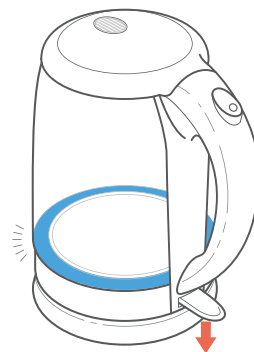

Abbildung 2.3
4. Drücken Sie den **Ein-/Aus-Schalter**. Die blaue Anzeigelampe leuchtet auf. [Abbildung 2.3]